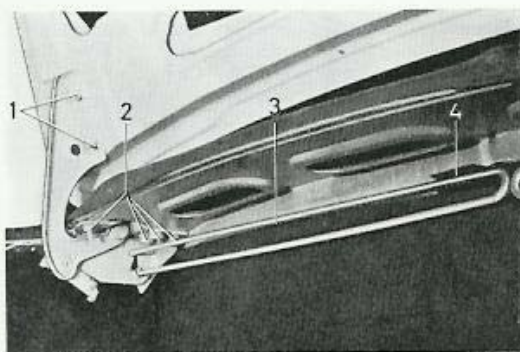

Bild 34. Bagageluckans upphängning
Luckan är upphängd i två gångjärn, vilka är fastskruvade med vardera två skruvar vid luckans inre plåt (1 bild 34) samt med en mutter och tre skruvar (2).